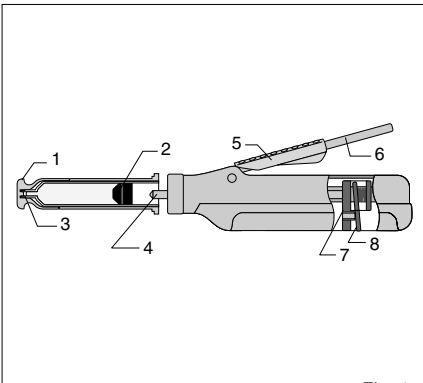

Fig. 1
4. Pistón 5. Agarradero largo 6. Palanca 7. Bloque deslizante 8. Palanca de liberación (Fig. 1)